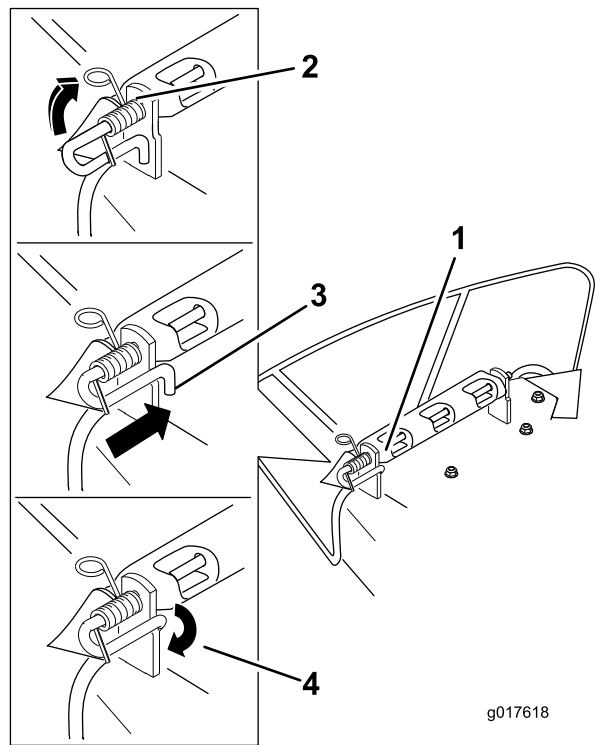

Figura 68
3. Coloque el nuevo deflector de descarga con los extremos de los soportes entre los soportes soldados de la carcasa, según se muestra en Figura 68.
6. Levante el extremo del muelle que tiene bucle y colóquelo en la muesca del soporte del deflector (Figura 68).
7. Fije el conjunto de varilla y muelle torciéndolo de manera que el extremo corto de la varilla pueda colocarse detrás del soporte delantero que está soldado a la carcasa (Figura 68).